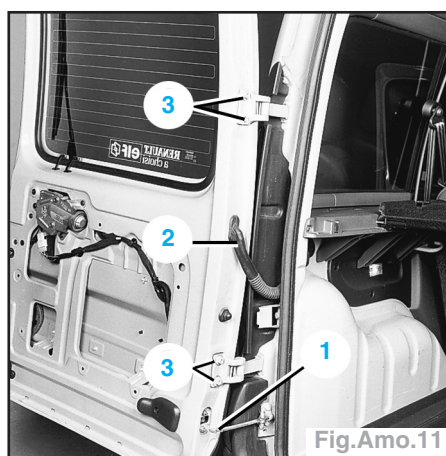

Fig.Amo.11
- Déverrouiller le limiteur d'ouverture (1) (Fig.Amo.11).
- Déposer la gaine électrique avec les faisceaux (2).
- Maintenir la porte à l'aide d'un autre opérateur et déposer les vis de fixation (3) des charnières.